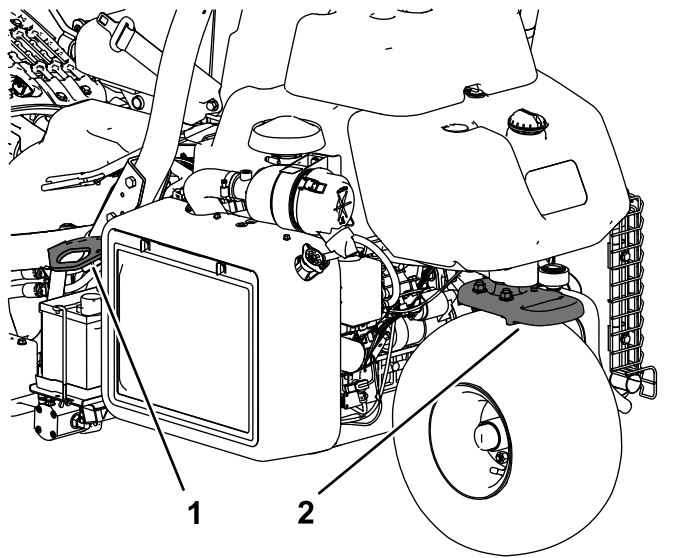

图25
- 使用箍带、链条、缆绳或绳索牢牢系紧机器。前后箍带都应从机器的下方向外伸出图25。